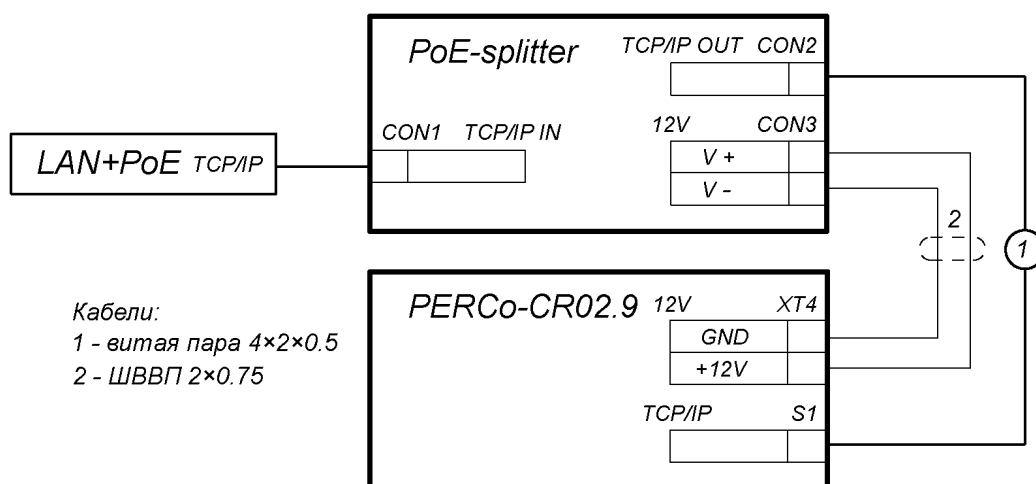

Рисунок 3. Схема подключения контроллера через PoE-сплиттер
3. Подключите цепи питания контроллера к разъему **Con3** сплиттера. Схема подключения приведена на рис. 3 (штекер для подключения к разъему входит в комплект поставки сплиттера).